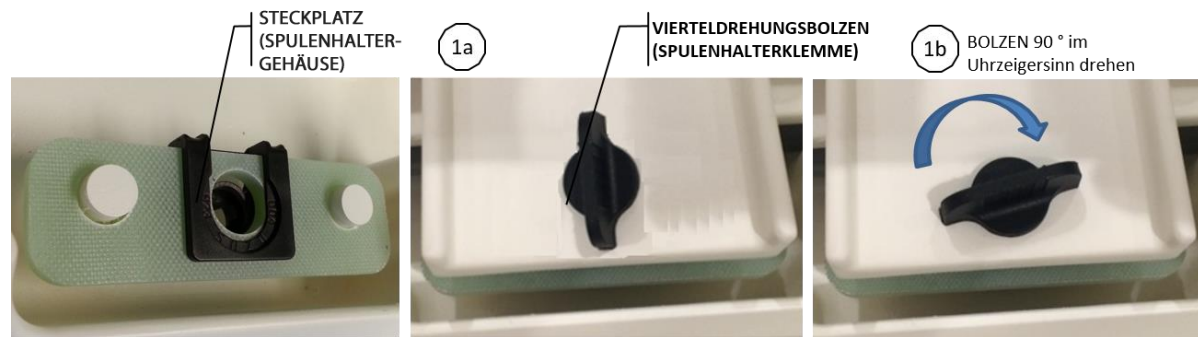

Abbildung 7: Steckplatz auf dem Spulenhaltergehäuse
5. Beim Einsetzen des Vierteldrehungsbolzens in den Steckplatz ist darauf zu achten, dass der Bolzen parallel zur kurzen Kante des Spulenhaltergehäuses verläuft. Drehen Sie den Bolzen außerdem um 90 Grad im Uhrzeigersinn in den Steckplätzen (Abbildung 7).